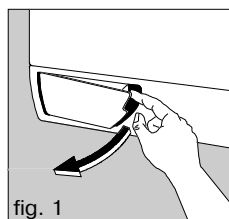

fig. 1
- Ouvrez le portillon en exerçant une pression vers la gauche. Placez dessous un récipient de faible hauteur (fig.1 et 2).